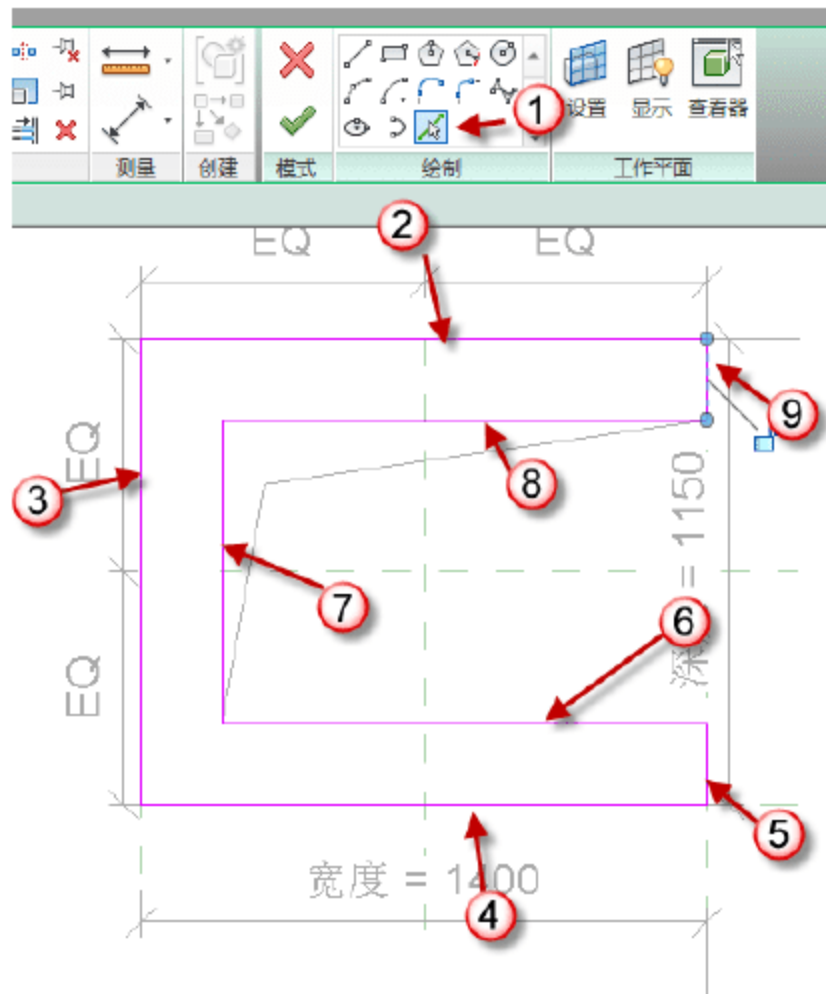

图 12.3.44 绘制突出屋面的风道
(8) 绘制突出屋面的风道。选择“创建”→“拉伸”命令，然后选择“拾取线”绘图形式，依次拾取风道轮廓，如图 12.3.44 所示。